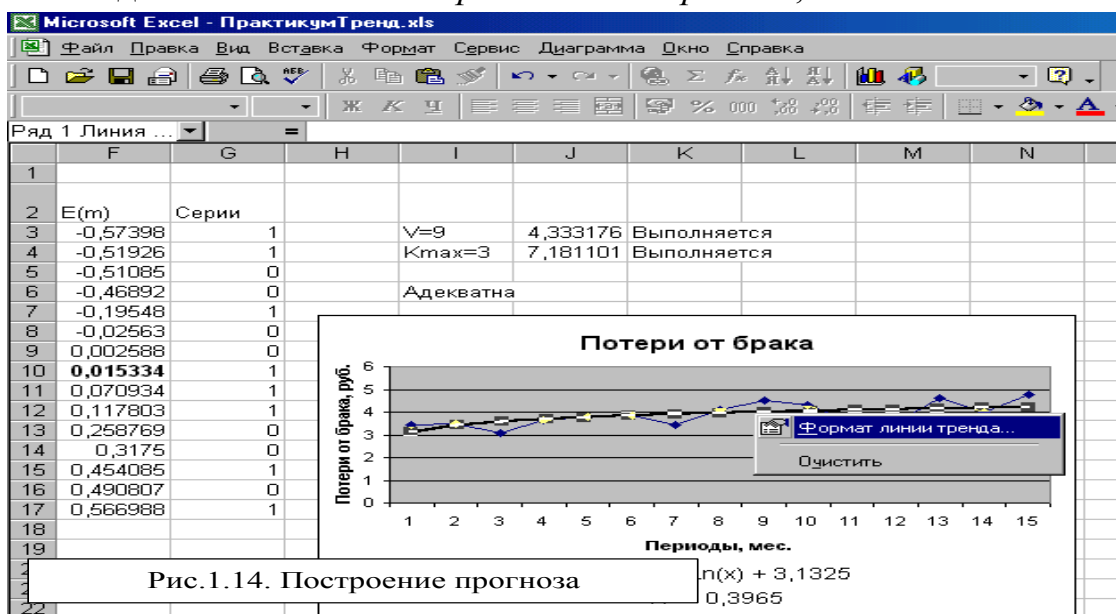

Рис.1.14. Построение прогноза
3.2. Выберите команду *Формат линии тренда* из контекстного меню (Рис.1.14). На экране появится диалоговое окно «Формат линии тренда»;